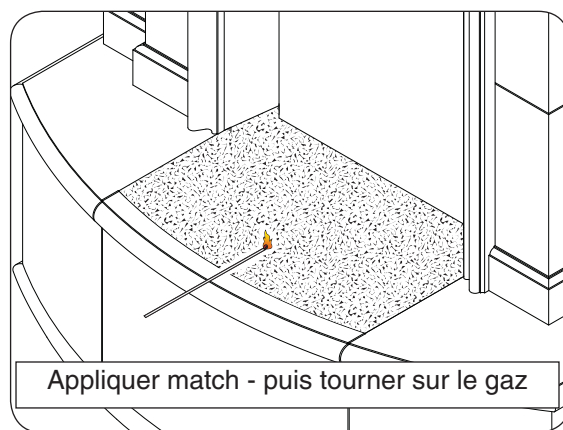

Fig. 30-1 Brûleur d'éclairage
3. Posez une lumineuse à longue tige match sur la surface du support de décoration à proximité de l'anneau brûleur (**ne tenez pas le match en main**) ou utiliser un briquet au butane allumée au long cou (Fig. 30-1).